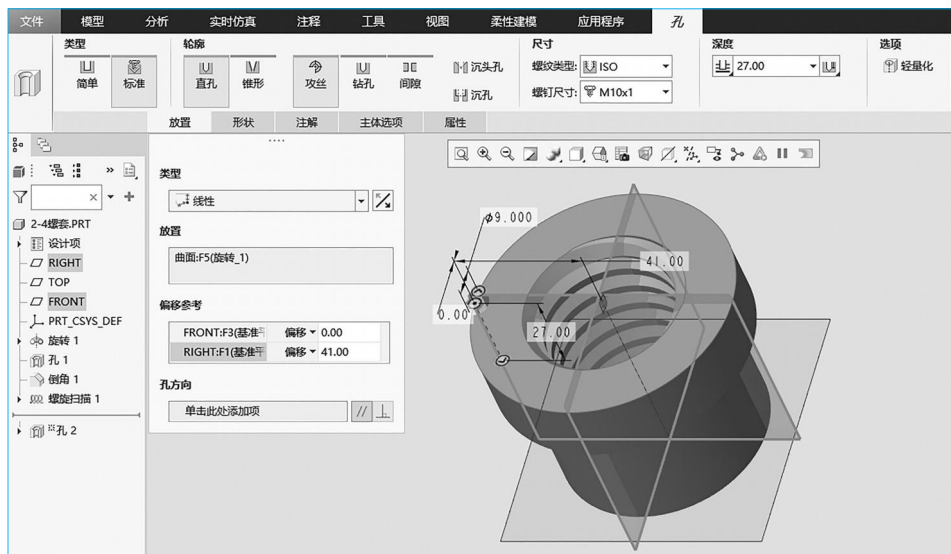

图 2-66 螺纹孔定位
(4) 利用孔命令创建螺纹孔。单击  按钮，选择  类型，选择 M10×1 规格螺纹孔，单击放置按钮，选择螺套顶面为放置面，按照图 2-66 所示，完成偏移参考设置，单击确定，完成螺纹孔创建。